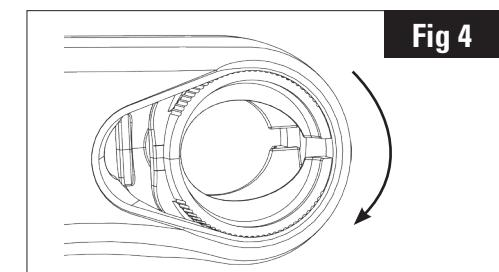

Fig 4
2. Tourner les coquilles d'un quart de tour de manière à ce que les butées se trouvent en haut du corps de la potence. (Fig 4)